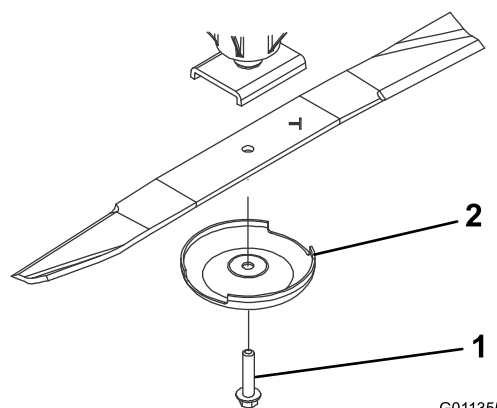

図 76
3. スピンドルのシャフトからブレードボルト、芝削り防止カップ、ブレードを取り外す図 76。